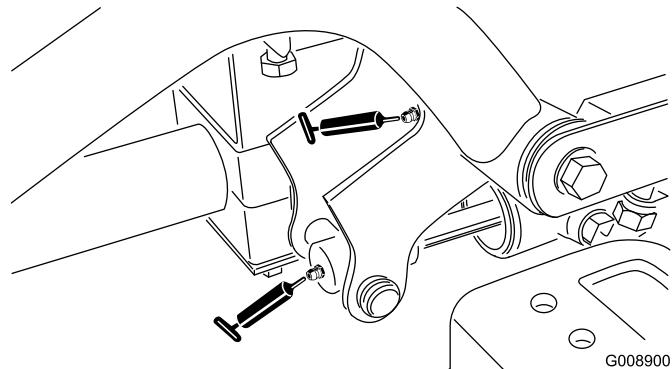

Figura 53
- Articulação do braço de elevação traseiro e cilindro de elevação (2) (Figura 53)